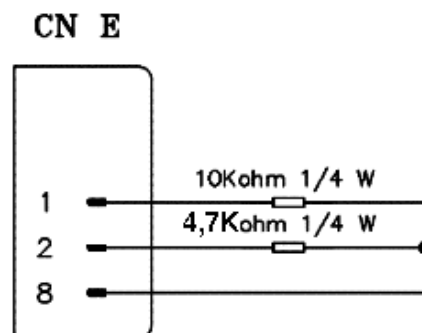

Abb. 2
- Bei Kunden welche über einen Schweißkopf verfügen, muss außerdem ein Spannungsteiler im Verbinder der Achse B (CN E) wie in Abb. 2 angebracht werden.